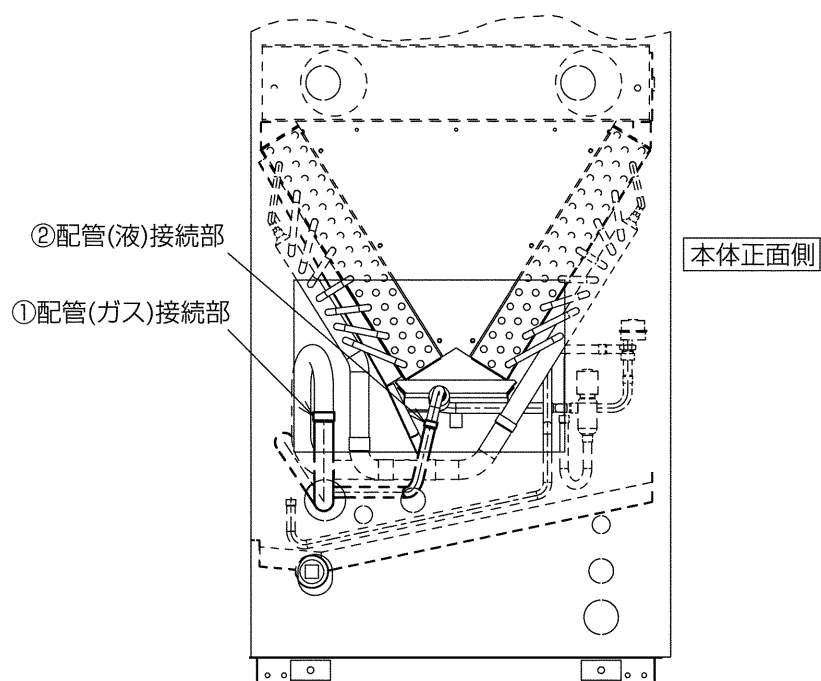

図3
- 9) 左サイドパネルのサービス点検口より、各配管接続部をロウ付けしてください。…**図3**